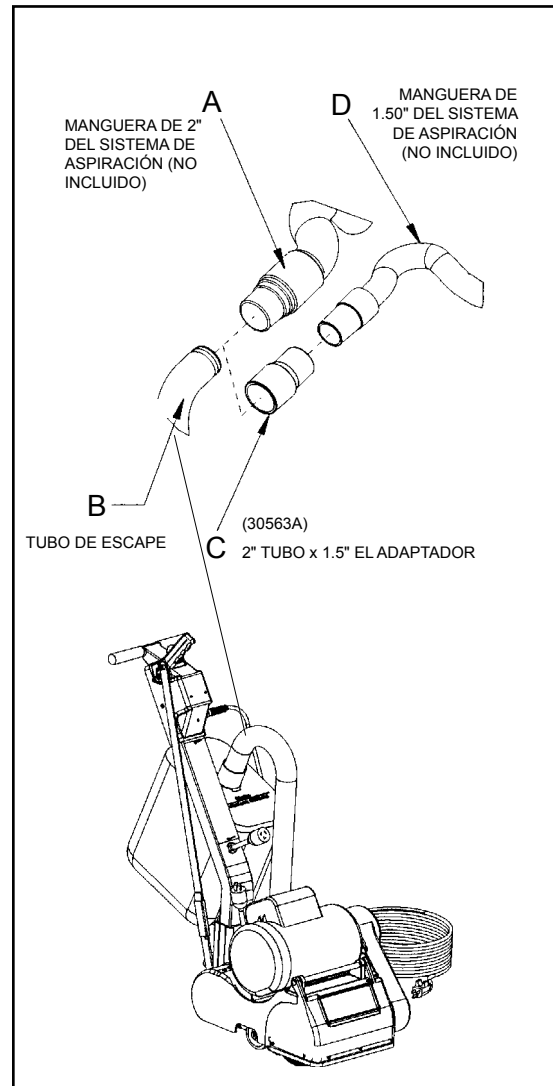

Figura 9
1. Instale el extremo de manguera de 2" (figura 9, A) directamente sobre el tubo de escape (figura 9, B).
1. Instale el adaptador del extremo de manguera de 2" x 1 ½" (N° de pieza 30563A) (figura 9, C) sobre el tubo de escape (figura 9, B).
2. Inserte el extremo de manguera de 1 ½" (figura 9, D) en el adaptador (figura 9, C).